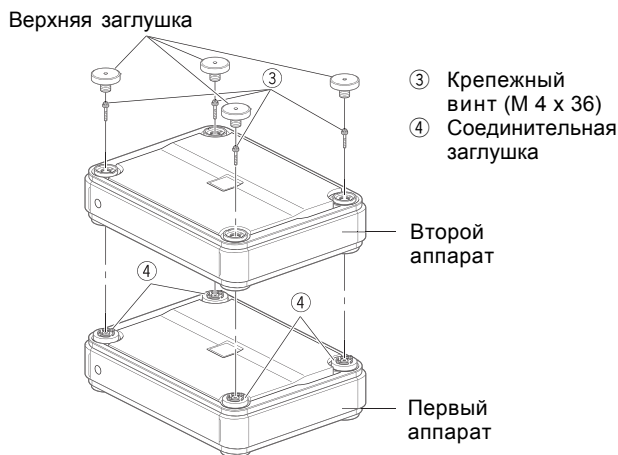

Рис. 4
5. Для соединения двух усилителей вставьте четыре крепежных винта (М 4 х 36*, прилагаются) через верхнюю панель второго усилителя в четыре соединительных заглушки нижнего усилителя (см. рис. 4).